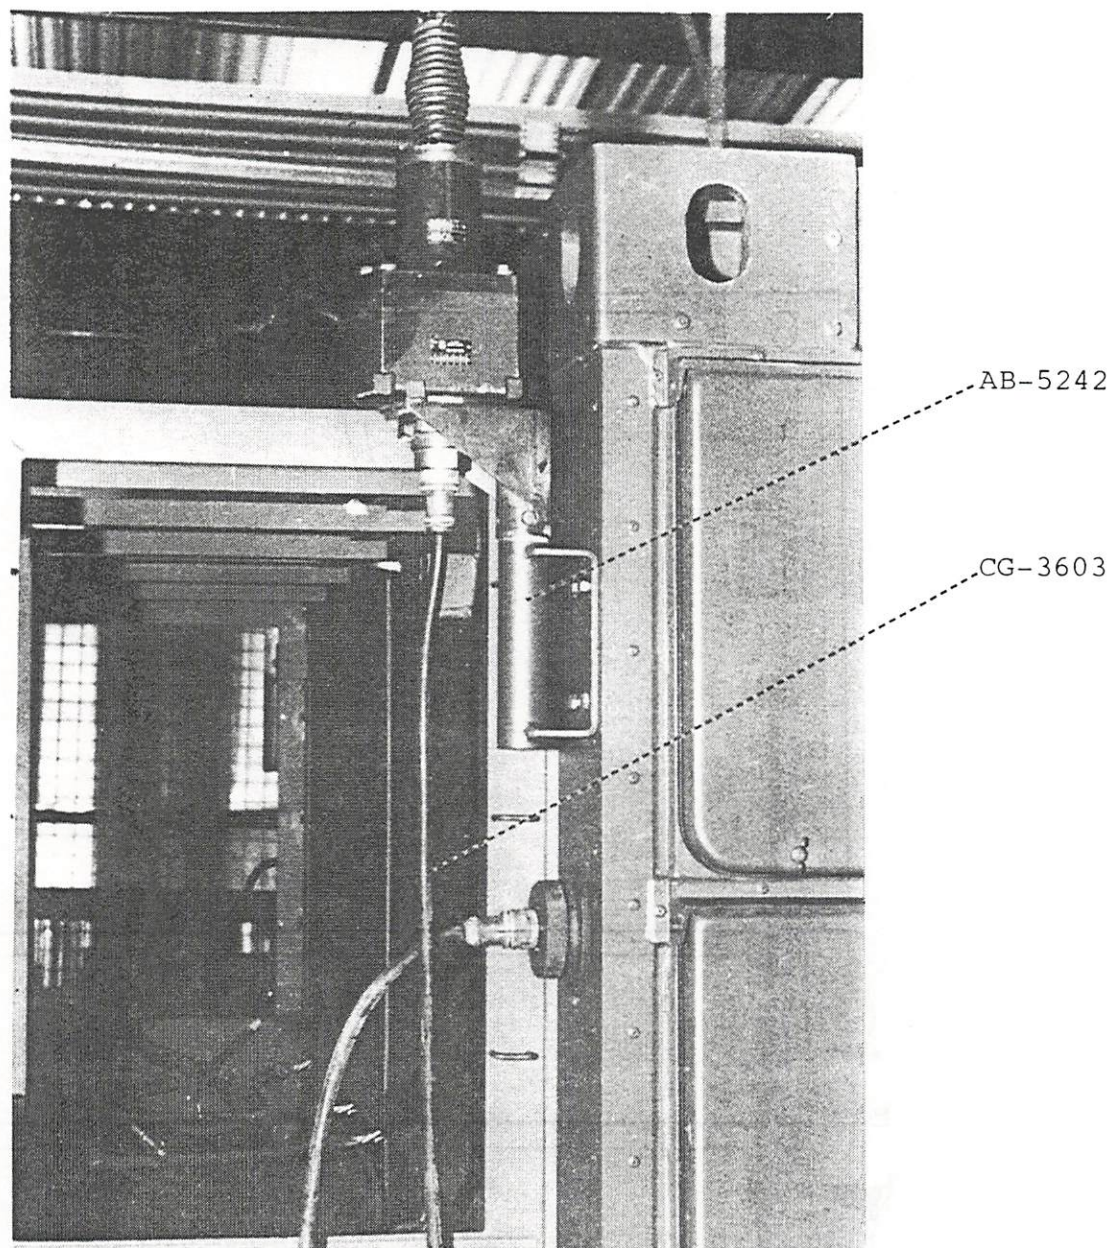

FIG.2.11 Aansluiting van externe antennekabel.
b. Bevestig het draagstuk AB-5242 met behulp van 4 roestvrij stalen bouten M8 x 25 en 4 roestvrij stalen veerringen (zie fig 2.11).
De plaats van de AB-5242 op het kopschot van de van YA-4440 ligt al vast. Het per zender-ontvanger benodigde draagstuk AB-5242 wordt bij installatie van één enkele zender-ontvanger RT-4600 altijd gemonteerd op de linker positie op de voorwand van de shelter (zie fig.2.11).